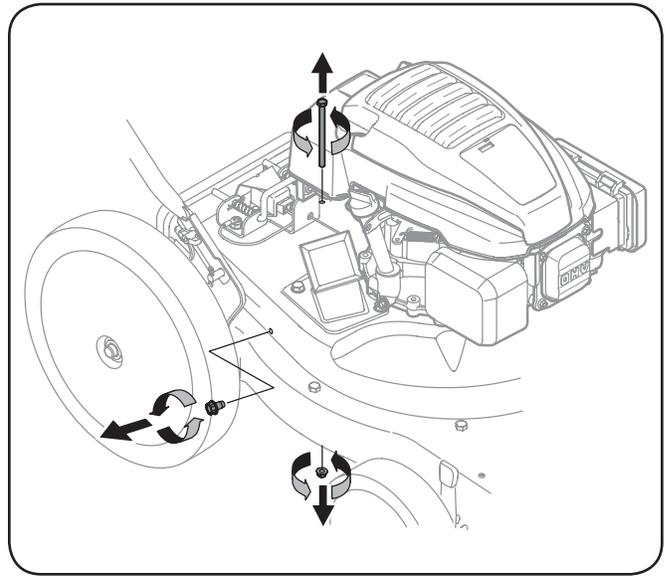

Figure 6-2
4. Retirez la vis autotaraudeuse fixée sur la grille du côté droit de l'appareil. Voir Figure 6-2.
5. Retirez le boulon qui se trouve sur le boîtier arrière près du support de montage et le contre-écrou à bride qui fixe la grille du fléau. Voir Figure 6-2.